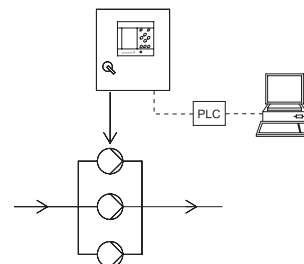

Рис. 16 Разомкнутый контур (внешний контроллер)
- Разомкнутый контур (внешний контроллер), см. рис. 16.